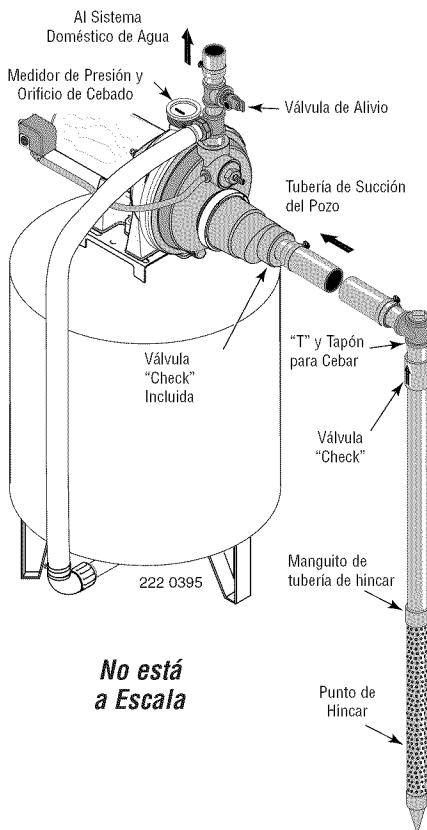

Figura 5: Instalación del Punto de Hincado
INSTALACION DEL PUNTO DE POZO (Figura 5)
5. Utilice el menor número de conexiones posible (especialmente codos) al conectar la tubería desde el punto del pozo al orificio de succión de la bomba. La tubería de succión debe ser por lo menos del mismo tamaño que el orificio de succión en la bomba (ncluya una válvula "check" - Vea la Figura 5). Soporte la tubería para que no haya inclinaciones verticales o hundimientos en ella a fin de que no ejerza tensión sobre el cuerpo de la bomba y con el propósito de que no se incline ligeramente hacia arriba desde el pozo hacia la bomba (los puntos altos pueden ocasionar que se formen bolsas de aire que pueden bloquear la bomba). Utilice cinta de teflón o compuesto para unir tuberías autorizado para utilizarse en PVC. Las juntas deben ser a prueba de agua y estar herméticamente cerradas. Si la tubería de succión pudiera succionar aire, la bomba no podría sacar agua del pozo. Si un punto de pozo no proporciona suficiente agua, considere la posibilidad de conectar dos o tres puntos de pozo a una tubería de succión.